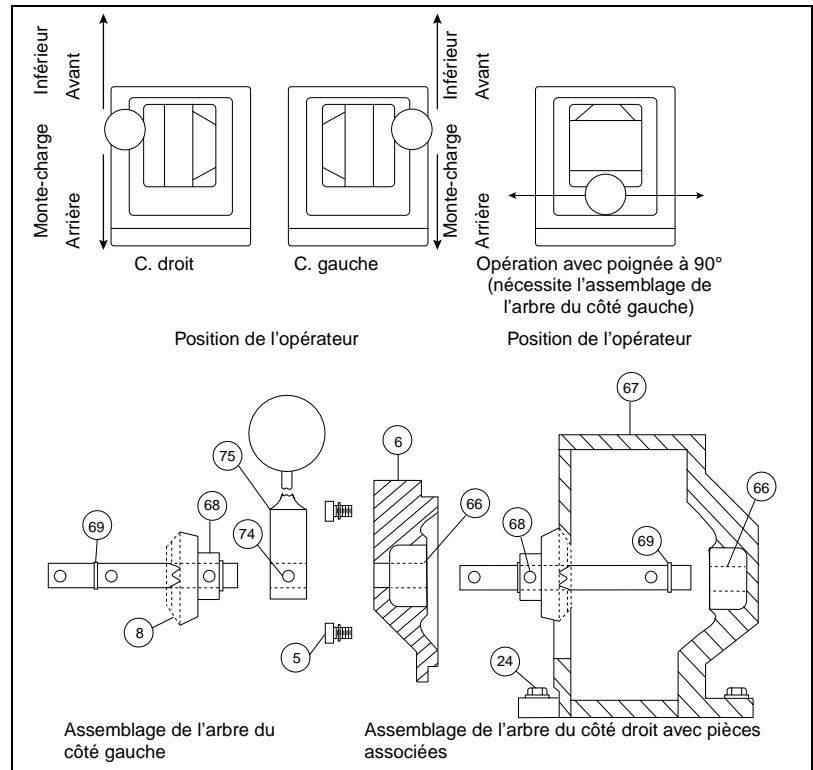

Figure 1 : Changement de côté
Pour changer le fonctionnement de l'interrupteur du côté droit au côté gauche (les numéros d'article correspondent à la figure 1) :
1. Avec la poignée orientée verticalement, retirer les quatre vis d'assemblage à six pans (24) qui attachent le réducteur à l'interrupteur. Retirer le réducteur (67).
2. Retirer les quatre vis à tête creuse (5) du couvercle. Retirer le couvercle (6).
3. Enlever l'axe de galet de la poignée (74) hors de la poignée (75). Retirer la poignée.
4. Retirer l'assemblage de l'arbre et repositionner l'engrenage conique (8) et la bague de fixation (69) sur l'arbre comme indiqué à la figure 1.